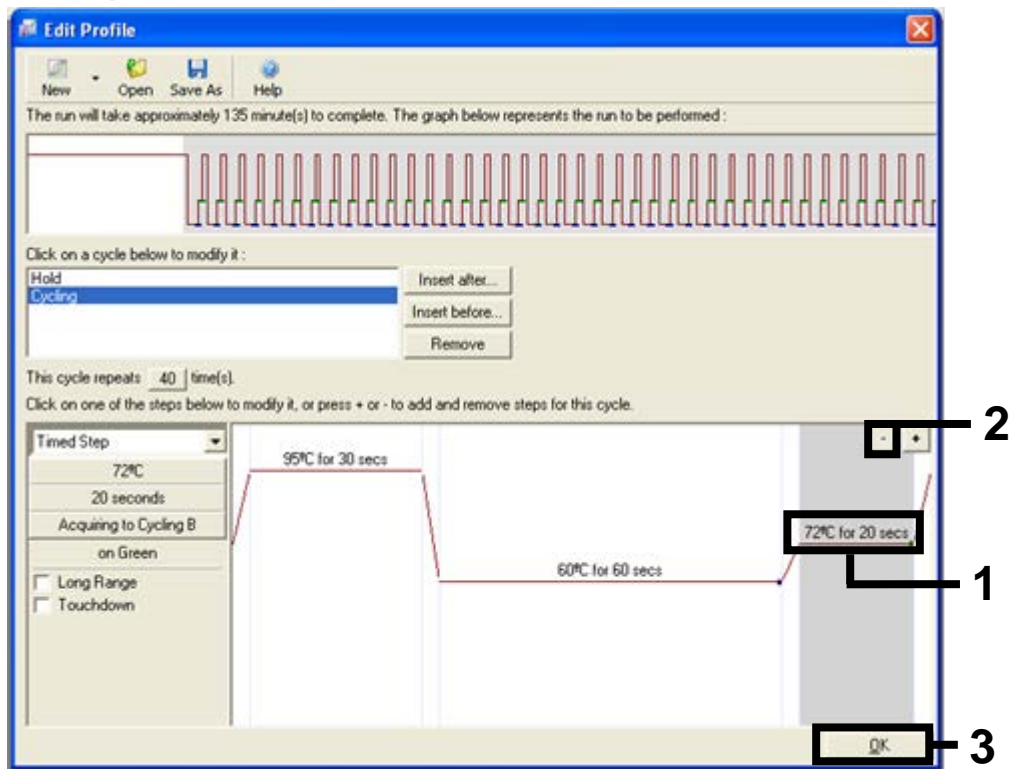

Bild 29. Ta bort förlängningssteg. (1 = tredje steget, 2 = knappen "Delete" [Ta bort], 3 = knappen "OK".)
11. Markera det tredje steget och ta bort det genom att klicka på knappen "-". Klicka på "OK" (bild 29).